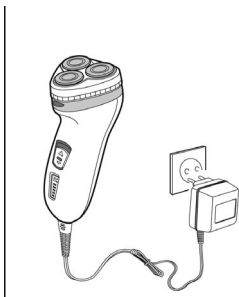

Рис. 2
вставте роз'єм зарядного пристрою (9) у гніздо зарядки з нижньої сторони корпусу й включіть зарядний пристрій у мережу (Рис.2), при цьому загориться індикатор зарядки (8);